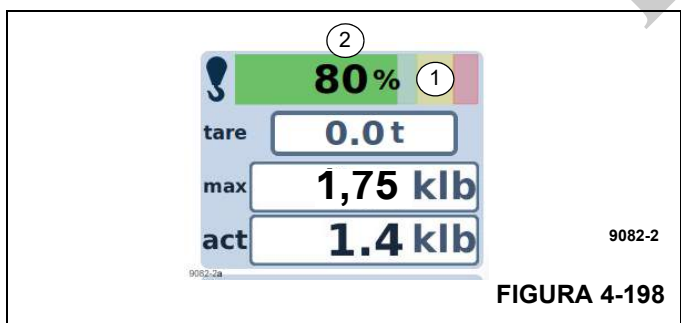

FIGURA 4-198
O grau de utilização exibe o peso da carga atual como uma porcentagem da carga máxima possível. O mostrador (2, Figura 4-198) exibe o valor percentual. O mostrador (1) exibe as faixas em cores diferentes: